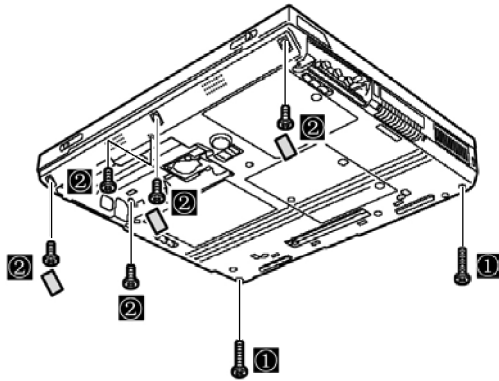

图 2-74 拆卸底板固定螺钉
- 1) 首先使用小十字螺钉旋具将笔记本电脑底板上的固定螺钉“①”、“②”拆下，有的在“②”号螺钉外面贴有不干胶，应仔细观察，如图 2-74 所示。